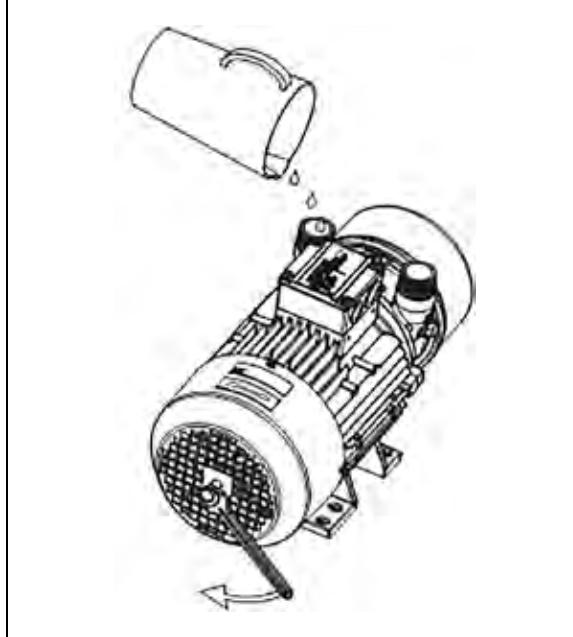

Fig. 14: Konservierungsmittel einfüllen und Welle drehen
- Eine Schraube M6 oder M8 (abhängig vom Typ) von ausreichender Schaftlänge durch die zentrische Öffnung in der Lüfterhaube führen und in das Wellenende auf Außenlüfterseite einschrauben (siehe Fig. 14, S. 31).